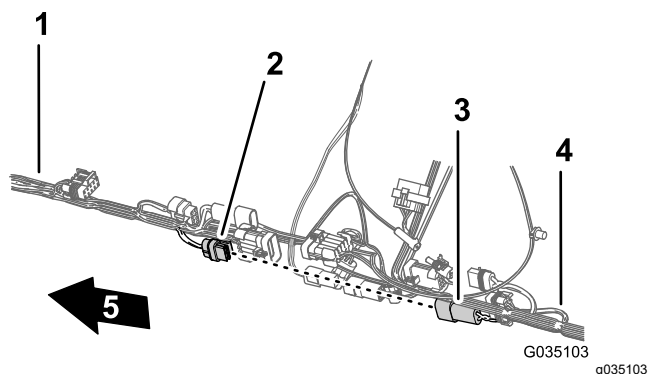

Рисунок 89
4. Вставьте 2-штыревой разъем переднего жгута проводов для промывочного насоса в 2-гнездовой разъем заднего жгута проводов для промывочного насоса (Рисунок 89).